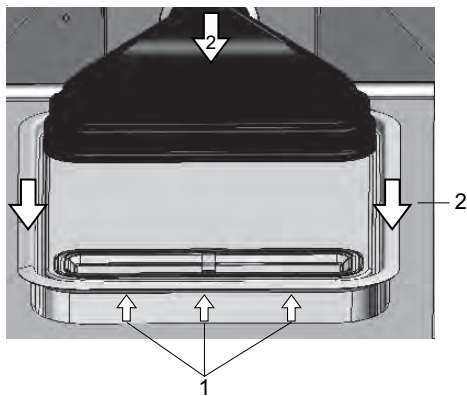

図 9-7. エアボックスの取り外し
5. 前面の貯水槽カバーを持ち上げます。（図 9-7、1）
6. 貯水槽カバーを前方に引き出し、外に出します。（図 9-7、2）。